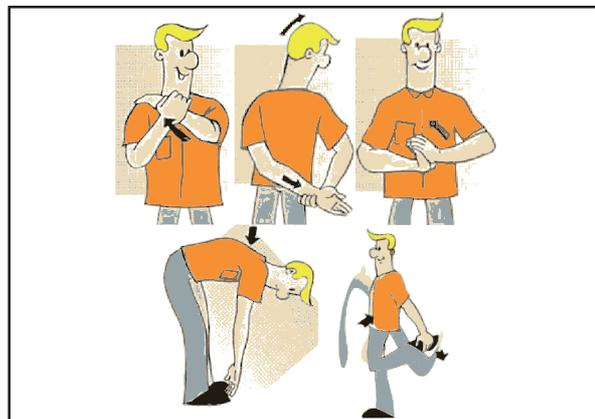

Fig. 19
- Asegúrese de que tanto el tractor como los implementos estén equipados con triángulos de advertencia para vehículos lentos y otros materiales de señalar para mejorar la visibilidad en la carretera, si la ley requiera (Fig. 19).